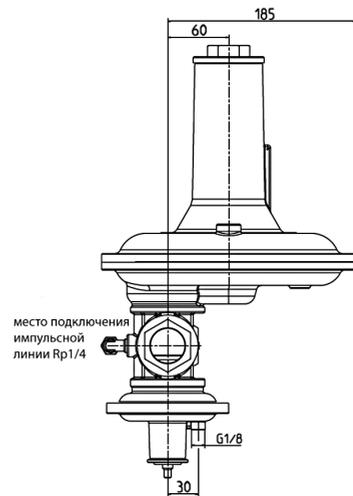

Рисунок 1. Регулятор давления серии RB 3200
3.5 Габаритные размеры (см. рис. 1)